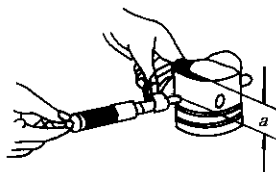

图 2-1-1 活塞直径的检测
(2) 活塞直径的检测。活塞直径的测量见图 2-1-1，应在垂直活塞销孔中心线并离活塞裙部 10mm 处测量。活塞直径应符合表 2-1-1 的要求。若检测数据与表中数据不符，应更换活塞。